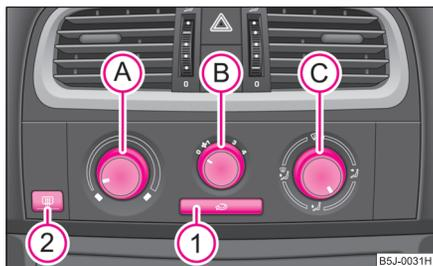
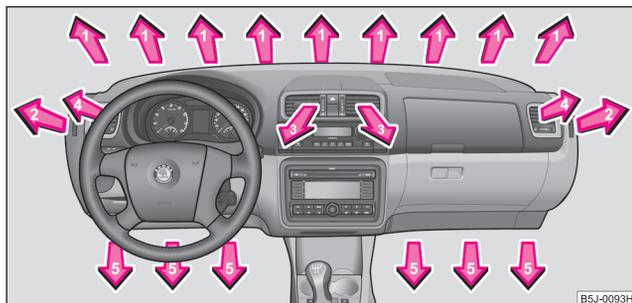

Fig. 93 Calefacción:
Fig. 94 Difusores de salida de aire
- Gire el regulador giratorio (A) ⇒ fig. 93 hacia la derecha para aumentar la temperatura.
- Gire el regulador giratorio (A) hacia la izquierda para bajar la temperatura.
- Regulador giratorio (A) ⇒ página 82, fig. 93 hacia la derecha hasta el tope,
- Conmutador del ventilador (B) a la posición 3,
- Regulador de la distribución de aire (C) a la posición ,
- Abrir los difusores 4 ⇒ página 84, fig. 94 y dirigirlos hacia el cristal lateral.
- Regulador giratorio (A) ⇒ página 82, fig. 93 hacia la izquierda hasta el tope,
- Conmutador del ventilador (B) en la posición deseada,
- Abrir los difusores de salida de aire 3 y 4 ⇒ página 84, fig. 94.
- Pulse la tecla , el símbolo en la tecla  se encenderá ⇒ página 82, fig. 93.
Si el regulador distribuidor de aire  se encuentra en la posición  ⇒ página 82, fig. 93, el servicio de aire circulante se desconecta automáticamente. Pulsando repetidamente la tecla , usted puede conectar de nuevo el servicio de aire circulante también en esta posición.
La entrada de aire para cada eyector se ajusta con el regulador de la distribución de aire  ⇒ página 82, fig. 93. Los difusores 3 y 4 se pueden cerrar y abrir por separado:
De los difusores abiertos fluye, según la posición del regulador  ⇒ página 82, fig. 93 y según las condiciones climatológicas, aire calentado o sin calentar. ■